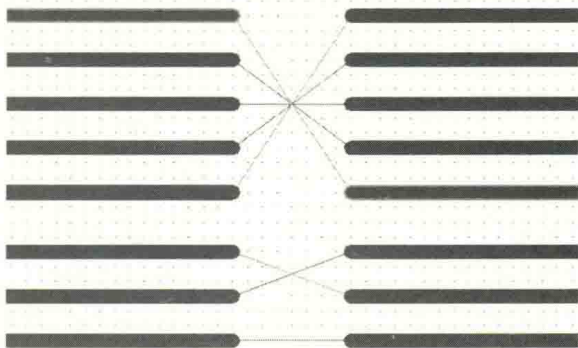

图 11-4 信号走线的对接
(3) 完成上述步骤之后，就可以按照正常的 BGA 出线方式把所有的信号脚进行引出，并按照走线顺序对接排列，但非连接上，如图 11-4 所示，飞线是交叉的，但是不直接连上。最后保存好所有文档。